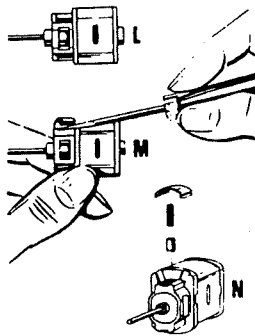

Abb. 4
**Motor-Bürsten auswechseln (Abb. 4)**